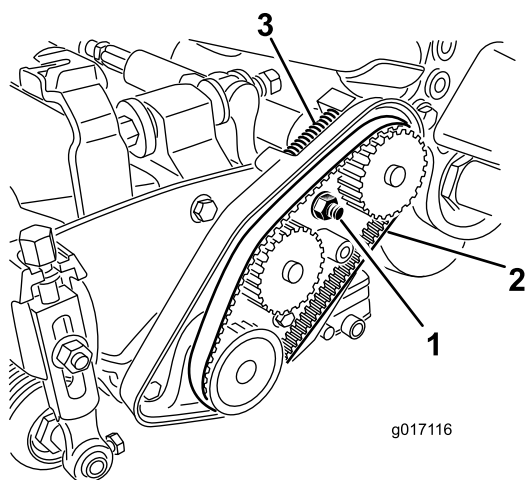

図 21
3. ベアリングハウジングのナットをゆるめる 図 21。
5. 各ベルトを取り外す 図 21。
12. 圧縮スプリングからベルトに適切な力が掛かっていることを確認する 図 21。